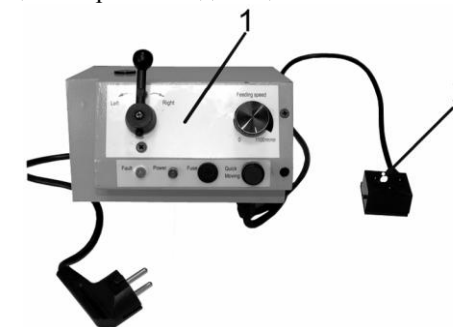

Рис. 2
6.21. Осторожно переместите рабочий стол станка в крайнее левое положение. Отрегулируйте упорный блок (18) так, чтобы он в этой позиции размыкал блок концевых выключателей (2), Рис. 2.
6.22. Осторожно переместите рабочий стол станка в крайнее правое положение. Отрегулируйте упорный блок (15) так, чтобы он в этой позиции размыкал блок концевых выключателей (2), Рис. 2.
## 5. УСТРОЙСТВО (Рис. 2)
6.14. Произведите разметку для установки блока концевых выключателей (2), Рис. 2, на рабочем столе станка. Необходимо, чтобы оси микропереключателей (20) находились на одной оси штифтов упорных блоков (15) и (18).
6.15. Вывинтите винты (16), прикрепляющие корпус блока концевых выключателей (2), Рис. 2.
6.18. Установите корпус (21) блока концевых выключателей (2), Рис. 2, и завинтите винты (17).